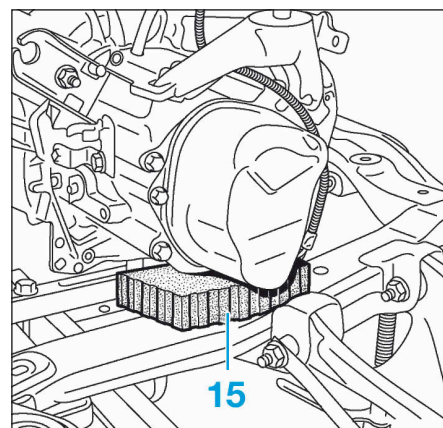

FIG.64
- Déposer les écrous (14) du silentbloc de boîte de vitesses puis ce dernier.
- Mettre en place une cale en caoutchouc (15) sous la boîte de vitesses (Fig.64).